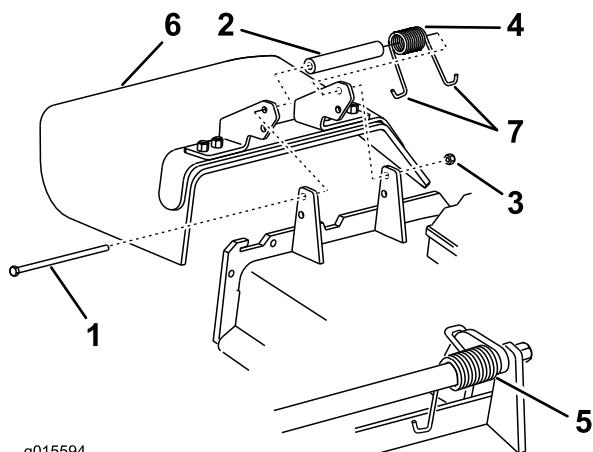

Figura 102
Nota: Asegúrese de colocar un extremo en J del muelle detrás del reborde de la carcasa antes de instalar el perno, según se muestra en Figura 102.
3. Instale el perno y la tuerca. Coloque un extremo en J del muelle alrededor del deflector de hierba (Figura 102).
1. Retire la contratuerca, el perno, el muelle y el espaciador que sujetan el deflector a los soportes de pivote (Figura 102). Retire el deflector de hierba dañado o desgastado.